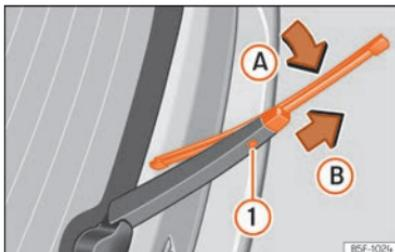

Fig. 161 Cambio de la escobilla de la luneta trasera.
- Rote la escobilla ligeramente »» fig. 161 [flecha **A**].